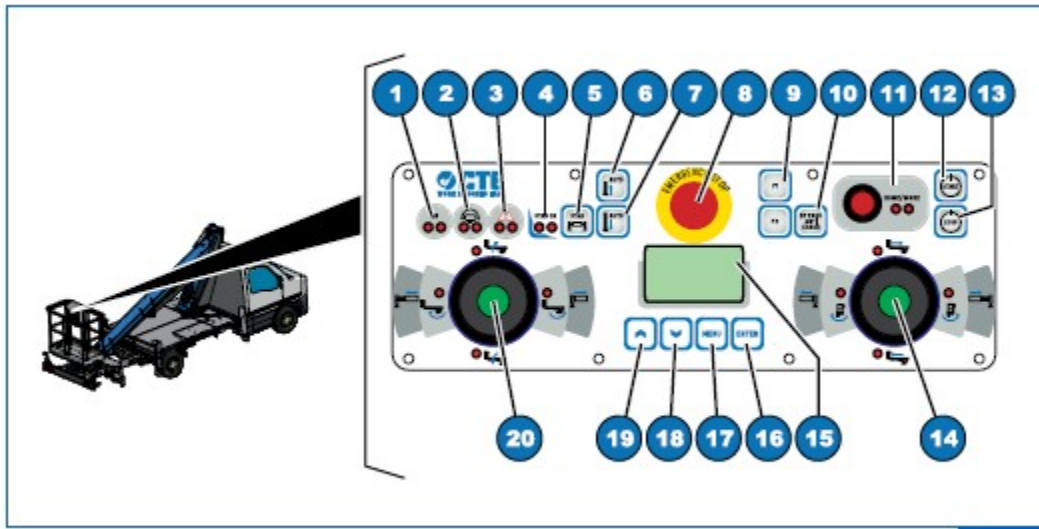

Fig. 4.5
- una este în panoul de comandă de pe platforma de lucru (Fig. 4.5).